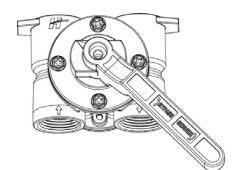

Fig6
- ★ Se till att använda förbikopplingskretsar (fig. 6).